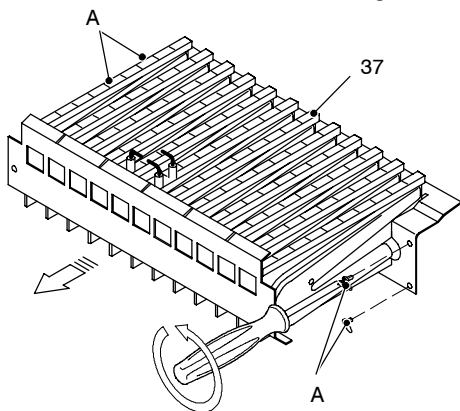

fig. 8.1
- 4 Togliere il pannello anteriore della camera di combustione ed il bruciatore 37 in fig. 8.1